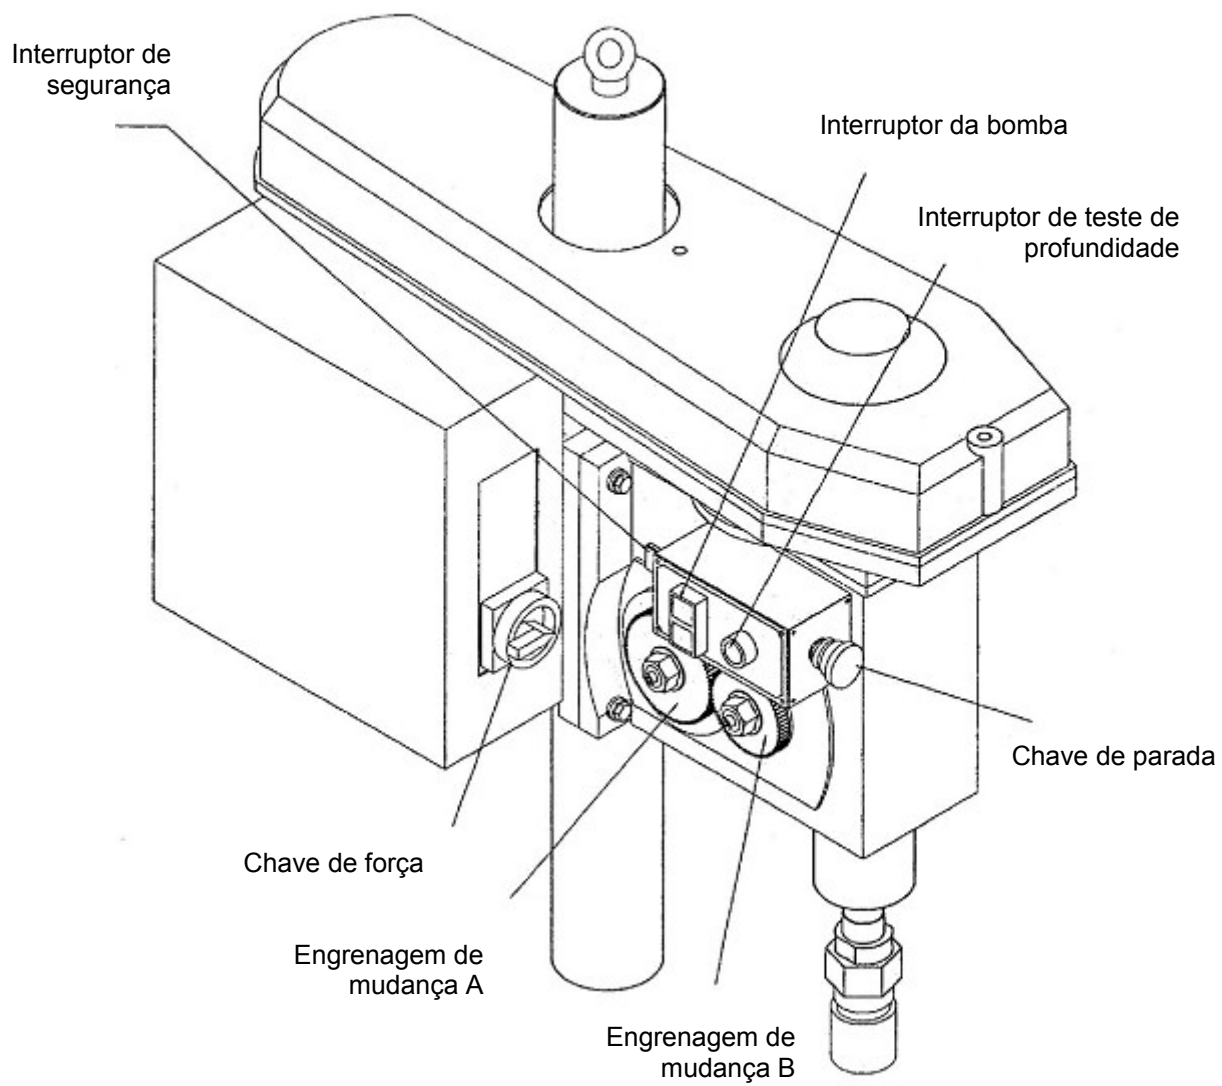

Fig. 2
- (1) Ciclo simples (a máquina irá parar após completar um rosqueamento). Pressione o interruptor conforme a Fig. 2.
7. Ajuste do curso do eixo, distância de rotação. (Fig. 2)